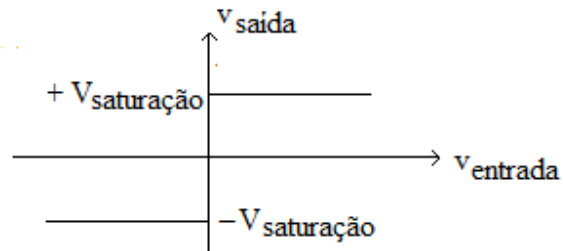

figura 1.2
A figura 1.2 mostra a relação entre a tensão de saída em função de entrada ($V_{\text{saída}}$ versus V_{entrada}). A variação que ocorre entre a saturação negativa e saturação positiva, como aparece na figura, só é possível se supusermos que o amplificador operacional é ideal. Nos amplificadores reais esta mudança não pode ocorrer. Todo amplificador operacional possui uma taxa de inclinação (SR) que provoca uma defasagem entre o sinal de saída e o sinal de entrada e isto será refletido nesta transição.